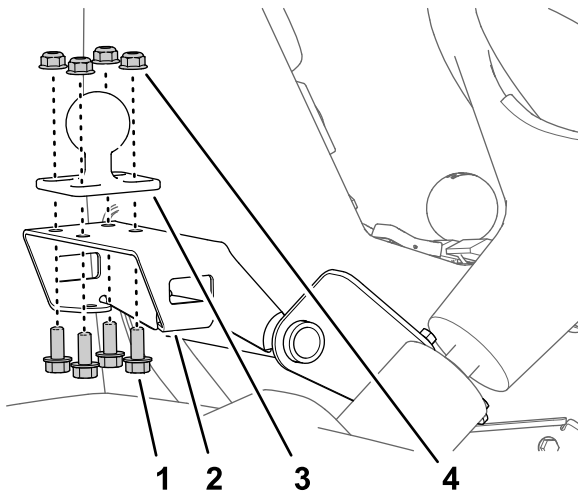

Figura 166
1. Monte el soporte de bola en el soporte del monitor (Figura 166) con los 4 pernos con arandela prensada (5/16" x 3/4") y 4 tuercas con arandela prensada (5/16").